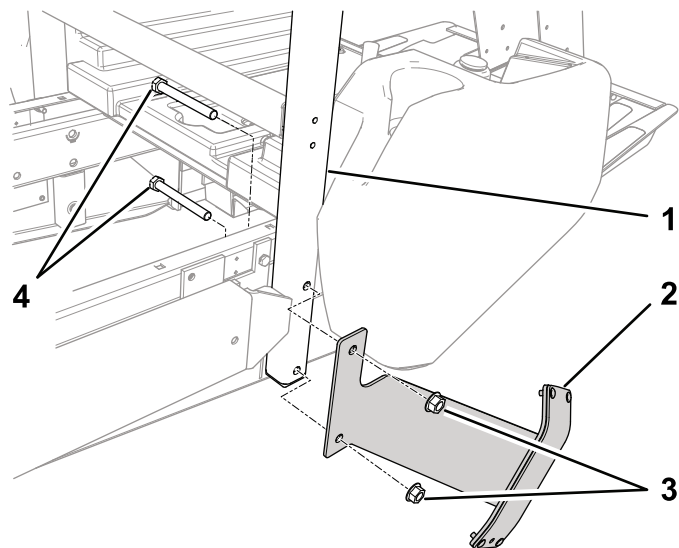

図 18
2. ホッパーストップアセンブリをROPSチューブの外側に取り付けるボルト1/2 x 4-1/2 インチ2本とロックナット1/2 インチを使用して図 18のように取り付ける。
1. ROPSチューブを機体右側に固定しているボルト2本とナットを取り外す図 18。